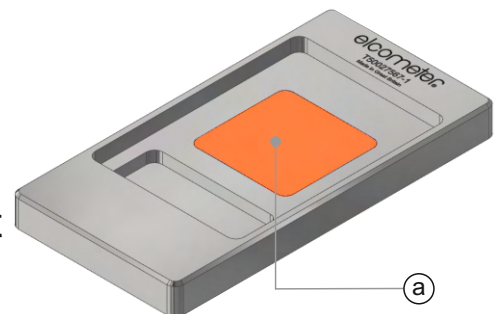

Figure 22
- 2 Remplissez entièrement le compartiment pour échantillon (a) avec le revêtement à tester en formant un léger dôme ou ménisque (Figure 22).